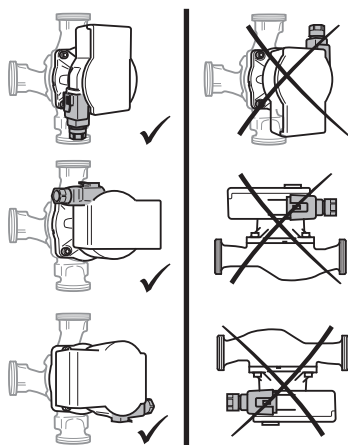

Fig. 2: Posiciones de instalación
- Seleccionar el lugar de instalación según la posición de instalación permitida (Fig. 2).
- Respete la posición de montaje (Fig. 2) permitida de la bomba y, si es necesario, gire el cabezal motor (2+6).
- ATENCIÓN El agua procedente de escapes puede dañar el módulo de regulación. Orientar la válvula de corte superior de forma que, en caso de que se produzca un escape de agua, no gotee sobre el módulo de regulación (6).**
- Respetar la posición de instalación (Fig. 2) permitida de la bomba y la el sentido del flujo de la carcasa de la bomba (1).
- Atornille los 4 tornillos de la carcasa (5).